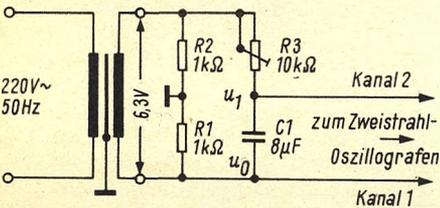

Bild 8a. Phasenschieber für Spannungen mit einer Frequenz von 50 Hz
Mit der Mischstufe nach Bild 7a hat man die Möglichkeit, einen weiteren recht lehrreichen Versuch vorzunehmen: Man kann den Eingängen (1) und (2) zwei Sinusspannungen gleicher Frequenz, aber mit unterschiedlicher Phasenlage zuführen. Dies läßt sich leicht mit der Phasenbrücke Bild 8a realisieren. Hier bleiben die beiden Spannungen u_0 und u_1 auch beim Verändern der Phasenlage mit Hilfe des Widerstandes R 3 unverändert.